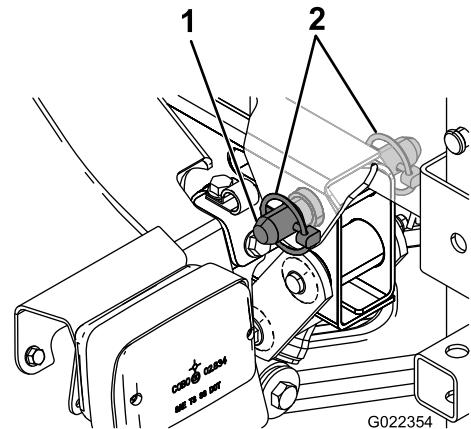

図 11
6. タンク台の後部にあるピボットラグを、車体フレームの最後尾についている穴に合わせる(図 11)。
7. ピボットラグにテーパ付きクレビスピンと1本とリンチピン2本を差し込んで、タンクアセンブリとフレームとを連結する 図 11。